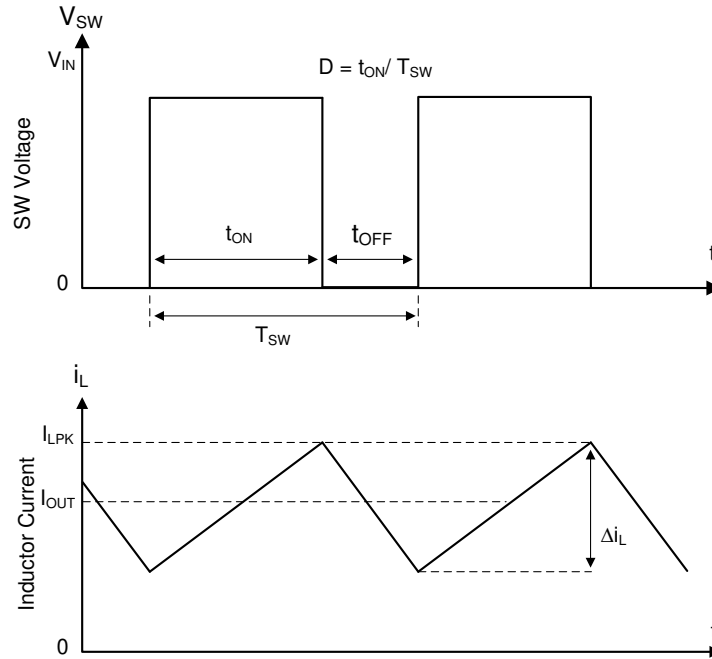

图 7-1. 连续导通模式 (CCM) 下的 SW 节点和电感器电流波形
LMR51635 的以下运行说明针对节 7.2 和图 7-1 中的波形。LMR51635 是一款同步降压转换器，具有集成式高侧 (HS) 和低侧 (LS) 开关 (同步整流器)。LMR51635 通过使用受控的占空比打开高侧和低侧 NMOS 开关，来提供稳定的输出电压。高侧开关导通期间，SW 引脚电压上升至约 V_{IN} ，电感器电流 i_L 以线性斜率 $(V_{IN} - V_{OUT})/L$ 增加。当高侧开关被控制逻辑关闭时，低侧开关在经过反击穿死区时间后将会导通。电感电流通过低侧开关以斜率 V_{OUT}/L 放电。降压转换器的控制参数为占空比 $D = t_{ON}/T_{SW}$ ，其中 t_{ON} 是高侧开关导通时间， T_{SW} 是开关周期。转换器控制环路通过调整占空比 D 来维持恒定的输出电压。在可忽略损耗的理想降压转换器中， D 与输出电压成正比，与输入电压成反比： $D = V_{OUT}/V_{IN}$ 。